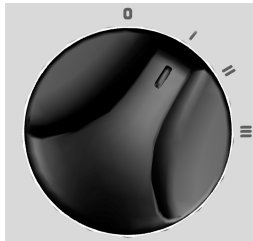

fig. 3
- Drehen Sie zur Aktivierung des Gerätes den Knopf "A" so, dass der Bezug "I" (Abb. 1) mit dem Symbol "I" (Abb. 3) mit dem Symbol "I" auf der Bedienkonsole zentriert ist (Abb. 3).
- Para activar el aparato, gire la manija "A" de tal forma que la referencia "I" (fig. 1) quede alineada con el símbolo "I" POTENCIA MÍNIMA presente en el panel de mandos (fig. 3).